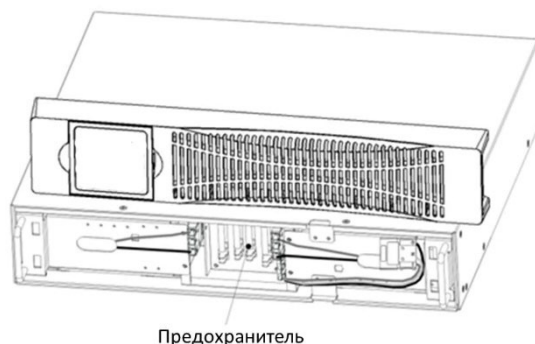

Рис. 7 Замена плавкого предохранителя в ДВББ.
4.6 Если перегорел выходной предохранитель зарядного устройства, смените его (см. Рис. 7).